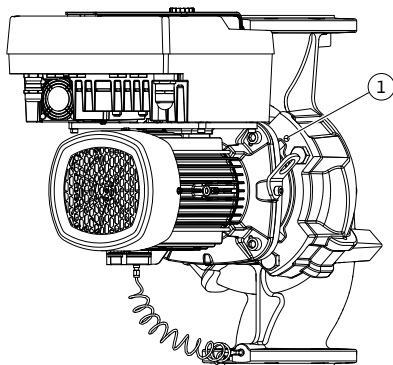

Fig. 10: Estrazione del set di innesto tramite fori filettati
5. Estrarre il set di innesto (vedi Fig. 4) dal corpo pompa. In base al tipo di pompa (vedi Fig. I ... Fig. IV) esistono due approcci diversi. Per il tipo di pompa (Fig. III e Fig. IV) allentare le viti (pos. 29). Utilizzare i due fori filettati adiacenti (Fig. 10, pos. 1) e le viti idonee predisposte a cura del committente (es. M10 x 25 mm). Per il tipo di pompa (Fig. I e Fig. II) utilizzare i due fori filettati M10 (Fig. 104). Utilizzare le viti idonee e predisposte a cura del committente (es. M10 x 20 mm). Per l'estrazione è possibile utilizzare anche le fessure (Fig. 104, pos. 2).